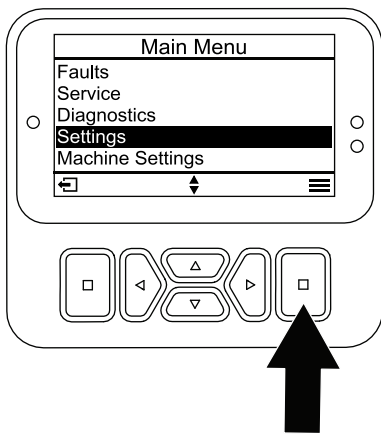

Bild 24
1. Blättern Sie vom HAUPTMENÜ zum Menü EINSTELLUNGEN und drücken Sie die Auswahl Taste (Bild 24).